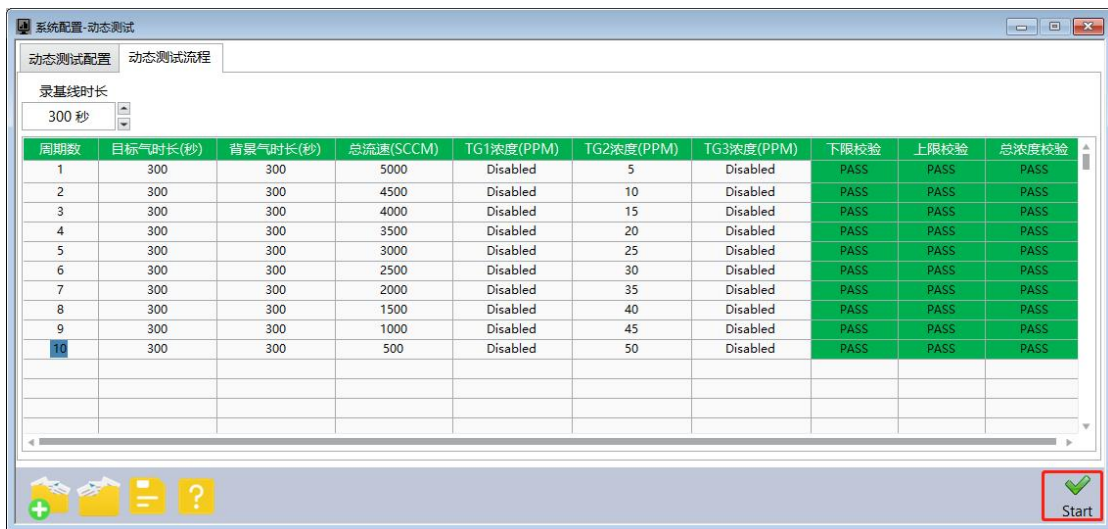

图 17
2.4.7 全部设置完毕且校验通过之后，单击左下角“保存”，以备后续使用，如图 17 所示。
3.1 保存完毕后，单击图 17 右下角“Start”按钮，开始测试。